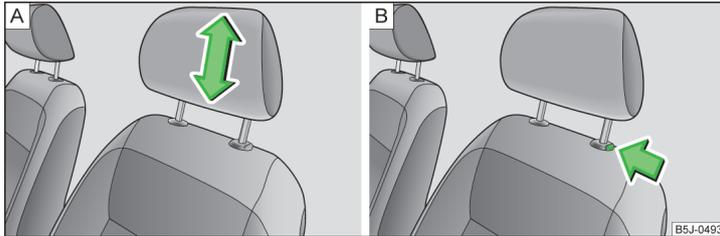

Abb. 59 Kopfstütze: Einstellen / Ausbauen
› Die Kopfstütze seitlich mit beiden Händen anfassen und diese je nach Wunsch nach oben schieben » Abb. 59 - **A**.
› Möchte man die Kopfstütze nach unten verschieben, dann die Sicherungstaste » Abb. 59 - **B** mit einer Hand drücken und gedrückt halten, und mit der anderen Hand die Kopfstütze nach unten drücken.
- › Die Sicherungstaste in Pfeilrichtung drücken » Abb. 59 - **B** und die Kopfstütze herausziehen.